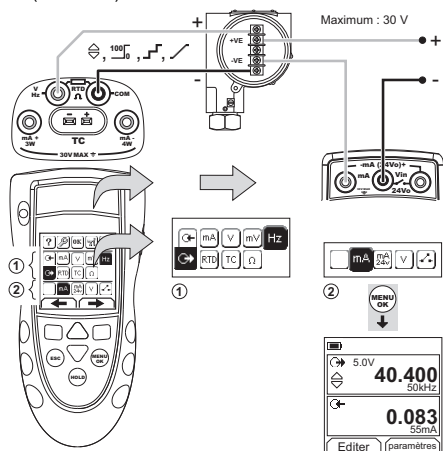
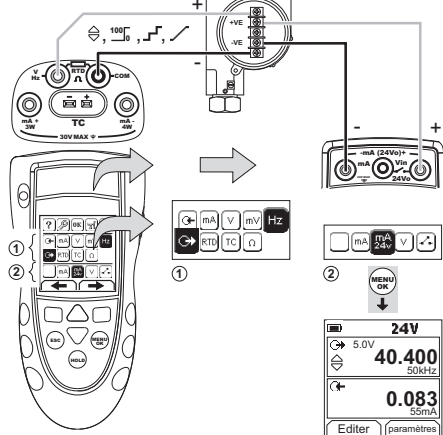

Figure 10 : Exemple de configuration - étalonnage du transmetteur avec une boucle d'alimentation extérieure
Figure 11 : Exemple de configuration - étalonnage du transmetteur avec une boucle d'alimentation intérieure
- Raccordez l'instrument (Figure 10 et Figure 11) et, si nécessaire, réglez le menu Config. (Tableau 1).